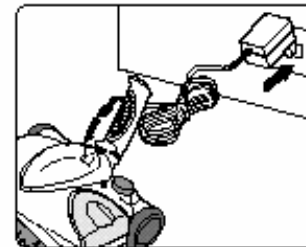

Fig. 9
1. Brancher la prise du chargeur dans la fiche de recharge à l'arrière de le balai. Brancher l'adaptateur dans une prise de courant murale (120V., 60Hz.). N'utiliser que le chargeur TechWorld AD-0920-UL ou son équivalent, d'une puissance nominale de c.c. 9V, 200mA. (fig. 9)